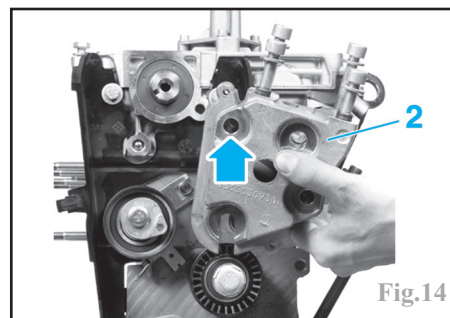

Fig.14
- les 2 vis de fixation supérieure (3) de la patte de fixation (2) du support moteur.
- Débloquer la vis (4) commune au galet enrouleur.
- Déposer la patte (2) de fixation du support moteur (Fig.14) en la tirant vers le dessus du moteur.